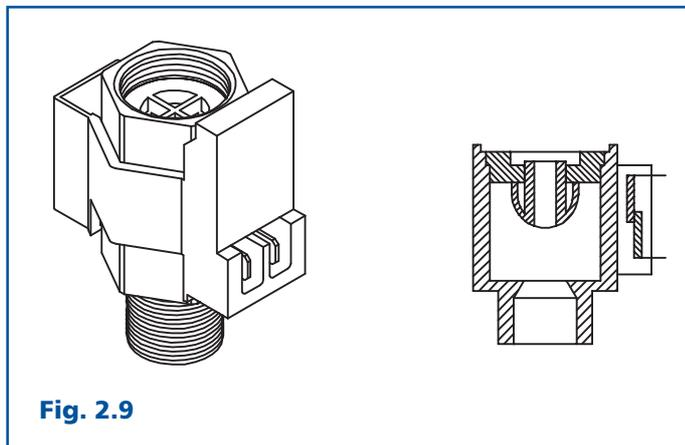

Fig. 2.9
4) Flussostato (Fig. 2.9): dispositivo in grado di rilevare la presenza del flusso dell'acqua tramite un galleggiante composto da un otturatore in teflon, con un settore calamitato sulla parte superiore. All'ingresso dell'acqua fredda vi è un filtro che salvaguarda il flussostato dal passaggio di impurità.